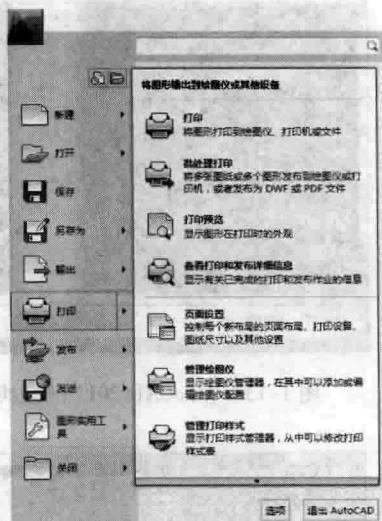
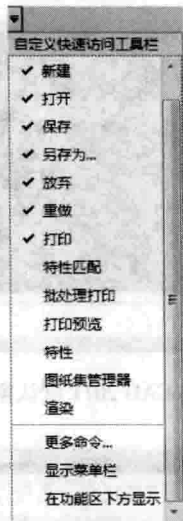

图 1-17 按钮菜单
图 1-18 显示菜单栏
(2) 菜单栏 AutoCAD 2011 将原“文件”菜单命令放入菜单浏览器内, 单击“菜单浏览器”按钮, 打开下拉主菜单, 将光标在某项菜单上稍作停留, 系统就会打开相应的子菜单, 如图 1-17 所示。AutoCAD 2011 默认界面下的菜单栏是隐藏的。若用户需要显示, 可单击“快速访问工具栏”右侧的按钮, 在打开的菜单中选择“显示菜单”选项, 即可在标题栏下方显示菜单栏, 如图 1-18 所示。
(3) 功能区 功能区由 9 个选项卡组成, 分别为“常用”“插入”“注释”“参数化”“视图”“管理”“输出”“Express Tools”和“最小化”按钮。选项卡由具有相应任务的面板组成, 如“常用”选项卡, 由“绘图”“修改”“图层”“注释”“块”“特性”“实用工